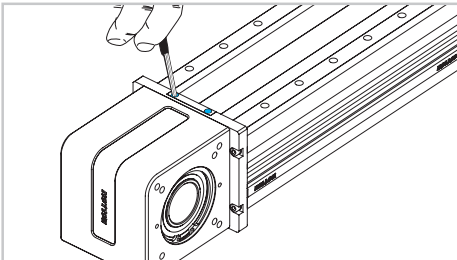

Fig. 5
- 4) Separare la cinghia dalla testata motrice rimuovendo la piastrina di bloccaggio (Fig. 5).